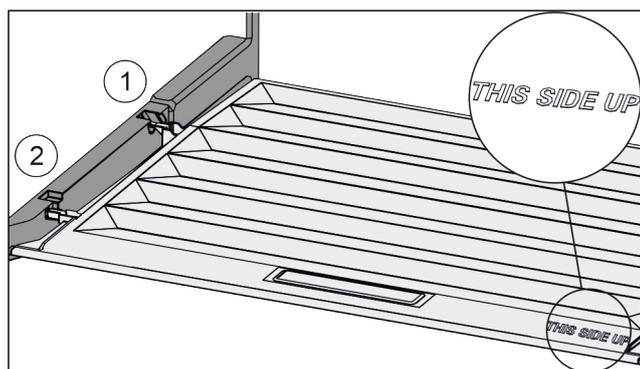

Fig. 81
- ▶ Introduire les rainures du couvercle par l'orifice du support arrière Fig. 81 (1) et les enclencher à l'avant dans le support Fig. 81 (2).